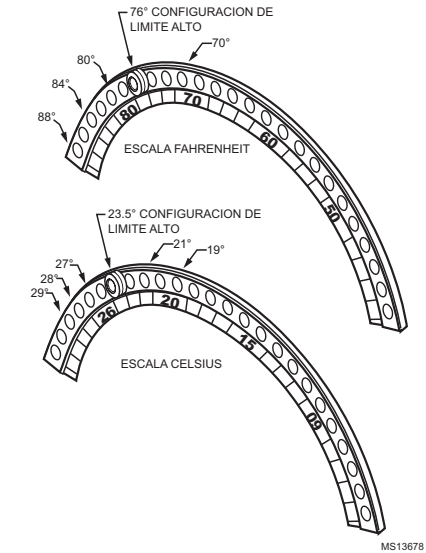

Fig. 5. Configuraciones de límite de rango alto.
5. Monte el termostato en su base y fije la temperatura que desee. Vea la Fig. 5.